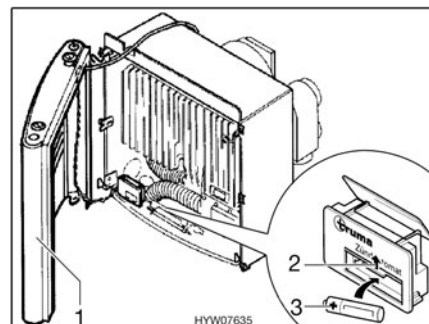

Fig. 114 Chauffage ouvert
- Placer l'habillage sur le côté (Fig. 114,1) pour que les câbles de raccordement pour le ventilateur d'air chaud et pour la lampe témoin de l'allumage n'aient pas à être débranchés.
- Pousser le couvercle du compartiment à piles de l'allumage automatique (Fig. 114,2) vers le haut.
- Placer une nouvelle batterie (Fig. 114,3) de même type, en plaçant correctement les pôles (+/-), dans le compartiment à piles de l'allumage automatique. N'utiliser que des piles AAA résistantes à la chaleur (+70 °C) et étanches.